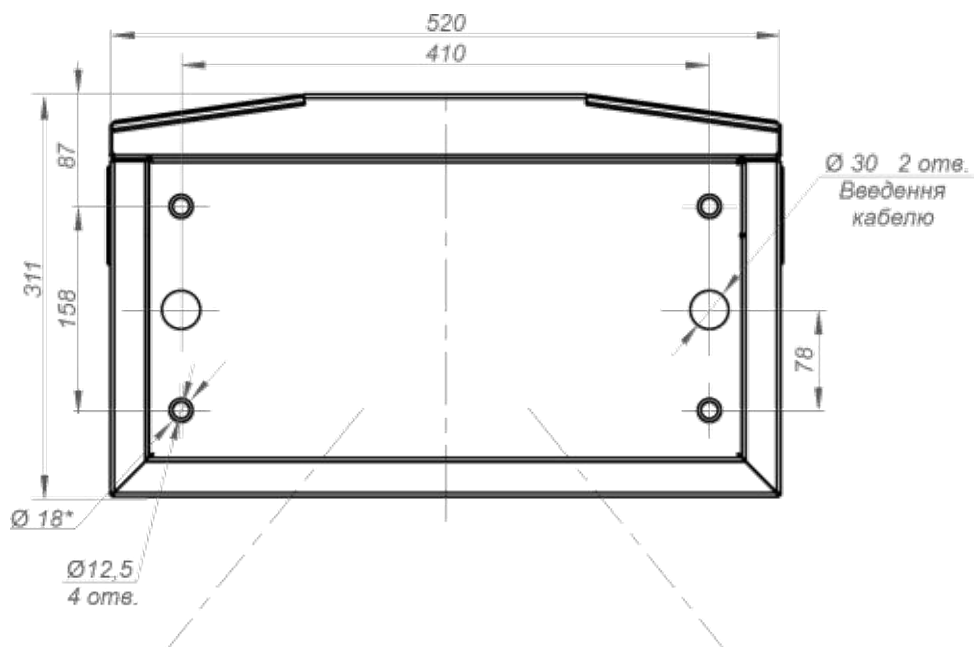

Рис. 14– Розмітка для монтажу турнікету типу «трипод»
- 4) Зробити на поверхні майданчика розмітку отворів для кріплення турнікету відповідно до *рис.14*. Як шаблон для розмітки можна використовувати власне турнікет, розміщений вертикально на місці його установки.
- 6) За необхідності прокладання кабелів під поверхнею підлоги підготуйте в підлозі кабельний канал до зони введення кабелів у стійку турнікету. Розташування зони введення кабелів вказано на схемі *рис.14*.
- Місце виведення кабелів повинно збігатися з місцем розташування отвору на монтажній основі турнікету (рис. 14).